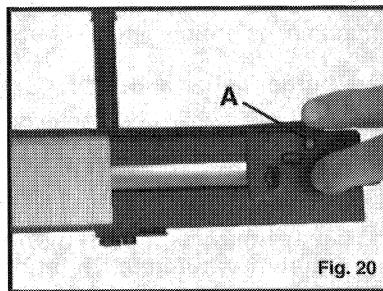

Fig. 20
4. Agarre el seguidor de grapas, oprima el botón de fijación (A), Fig. 20, y deje que el seguidor se deslice lentamente hacia adelante contra las grapas.